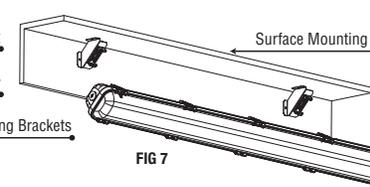

FIG 7
3. Use appropriate mounting hardware to secure the Angle Bracket to mounting surface as shown in Fig. 7.
- Utilisez des ferrures de montage appropriées pour fixer le support d'angle à la surface de montage, comme illustré à la Figure 7.